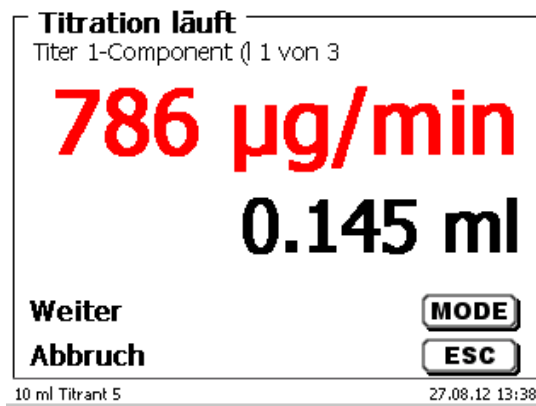

Abb. 69
- der Verbrauch in ml mit der Drift in $\mu\text{g}/\text{min}$ (Abb. 69),